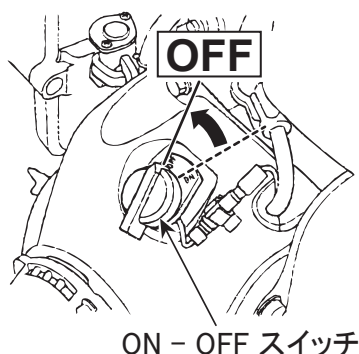

図 11
1. 調速レバーを高速からアイドルへ切り替え、3～5分ほどの間低速運転します。エンジンの温度が下がったらエンジンON-OFFスイッチを「OFF」の位置に回してください。(図11)